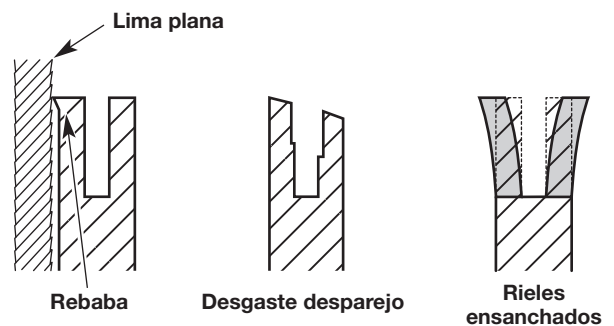

Fig. 40
- Controle frecuentemente si hay daño en la barra de guía (Fig. 40). El biselado y desbarbado de los carriles de la barra de guía (los rebordes a ambos lados de la canaleta de la barra) es un proceso normal del desgaste de la barra. Estas fallas deben corregirse tan pronto ocurren (Fig. 40). Una barra de guía con las fallas siguientes debe ser reemplazada: